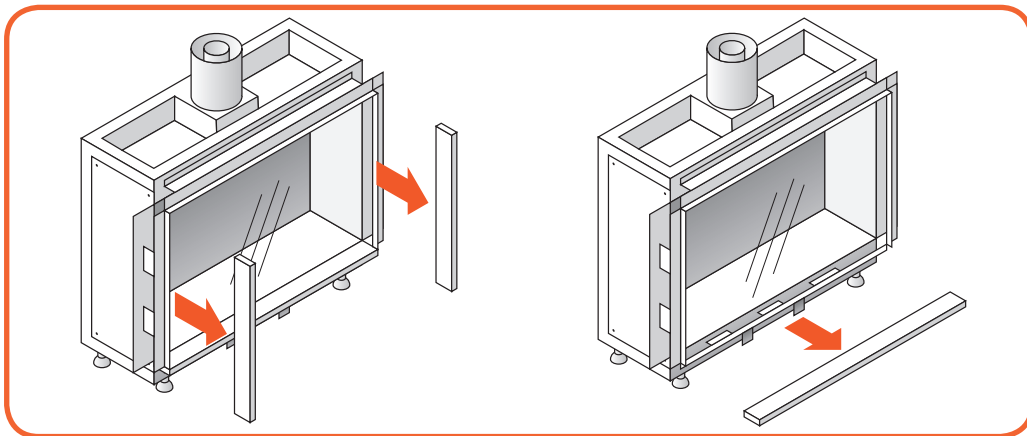

Abb. 10.4 & 10.5 - Abnehmen der Seitenverkleidungen & unteren Verkleidung
- Entfernen Sie beide Seitenverkleidungen. Sie werden durch magnetische Clips gehalten (**Abbildung 10.4**).